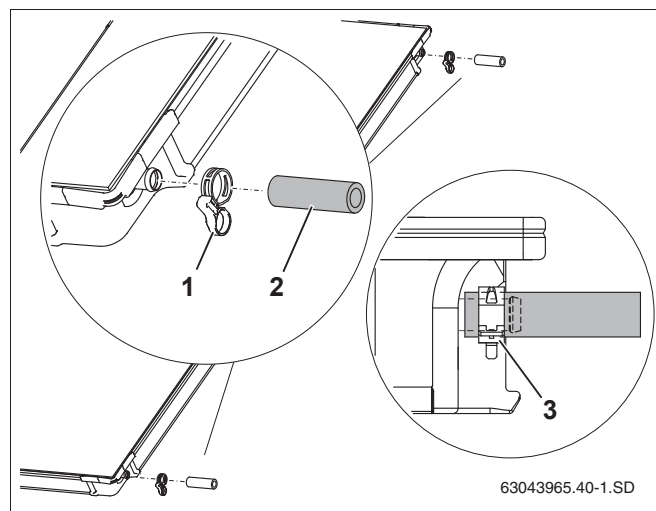

Рис. 20 Предварительный монтаж соединительного комплекта
- ▶ Наденьте шланги 95 мм (рис. 20, **поз. 2**) на правые штуцеры второго и всех последующих коллекторов.
- ▶ Наденьте пружинные хомуты (рис. 20, **поз. 1**) на шланг солнечного коллектора (второй хомут будет потом фиксировать подключение другого коллектора).
- ▶ Если пружинный хомут установлен правильно, то нужно потянуть фиксирующее кольцо для фиксации соединения (рис. 20, **поз. 3**).